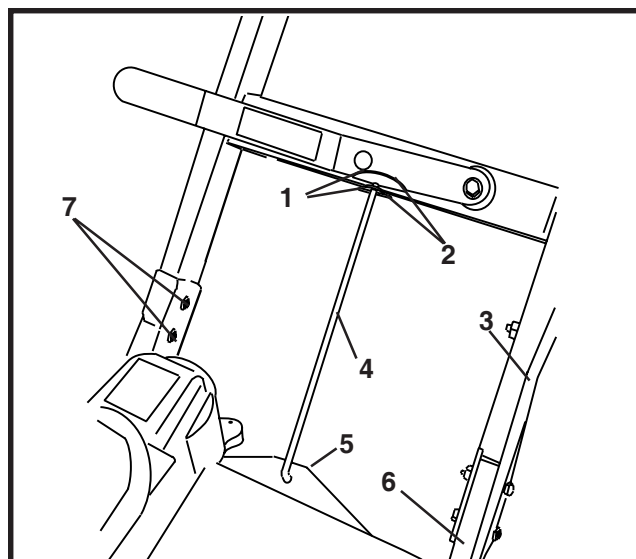

ABBILDUNG 1
4. Mit vier (4) Schrauben, flachen Unterlegscheiben und Muttern die obere Lenkergriffbaugruppe an der unteren Lenkergriffbaugruppe befestigen. Siehe Abbildung 1.
5. Die Positionseinstellstange an den Halterungen an der oberen und unteren Lenkergriffbaugruppe befestigen. Siehe Abbildung 1.